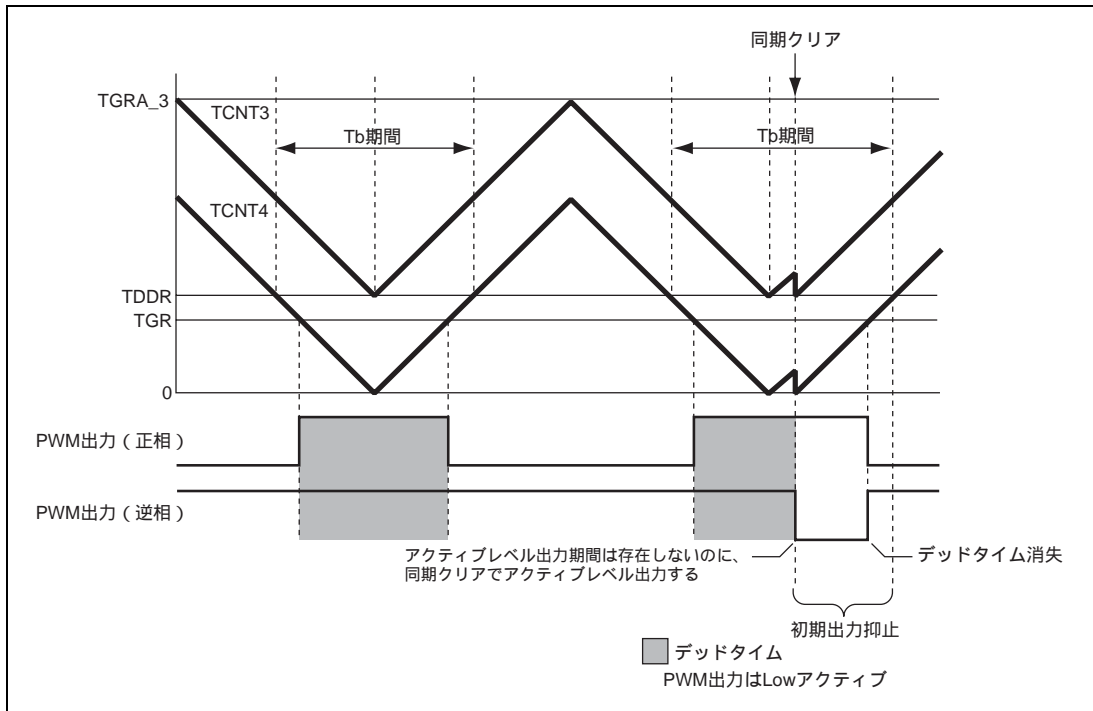

図 10.136 条件 (2) の同期クリア例
条件 (2) 初期出力の抑止期間 、 にて、TGRB\_3 TDDR、TGRA\_4 TDDR、TGRB\_4 TDDR のいずれかが成立する状態で、同期クリアする（図 10.136）。